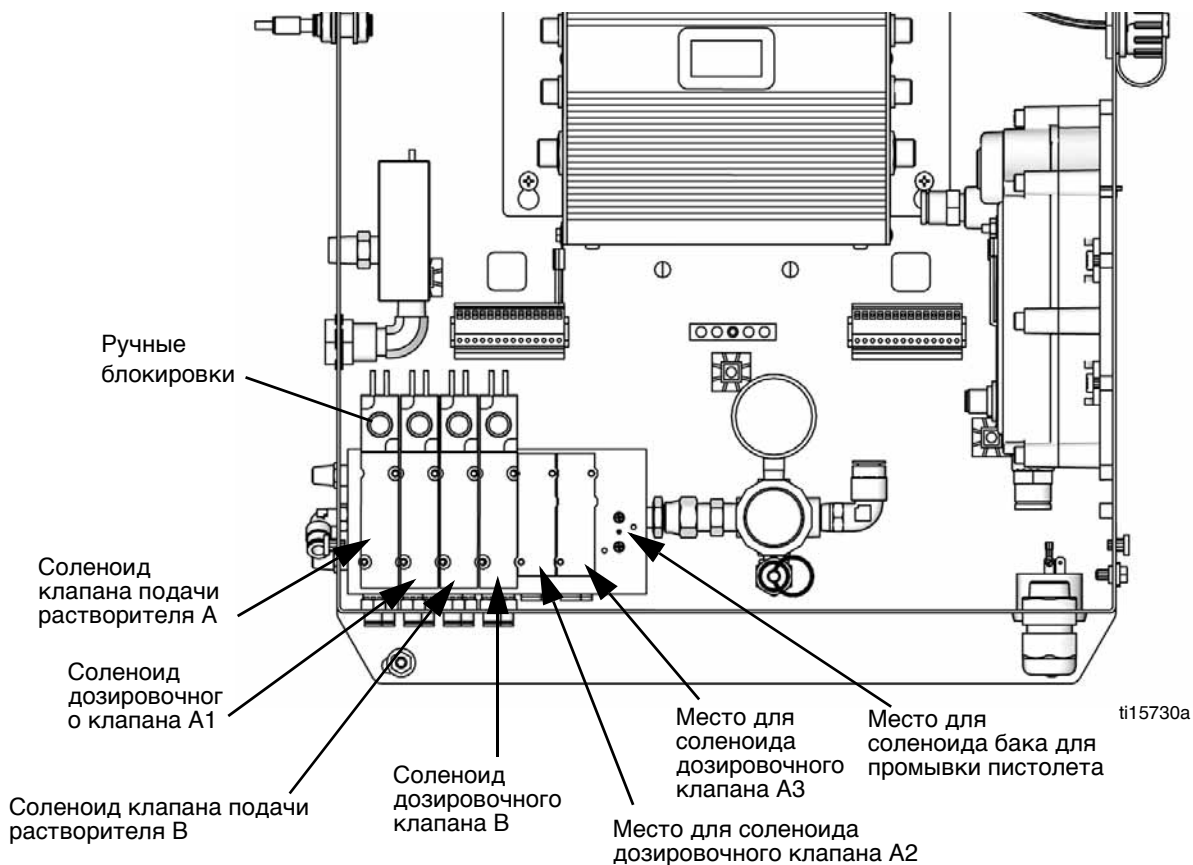

Рис. 1. Соленоидные клапаны в блоке управления
- При нажатом спуске пистолета установите ручную блокировку на соленоидах клапанов дозировки и подачи растворителя А и В, чтобы сбросить давление. См. Рис. 1, стр. 12. Удостоверьтесь, что давление жидкости упало до 0.
- При нажатом спуске пистолета установите ручную блокировку на соленоидах клапанов дозировки А1 (А2, А3) и В, чтобы сбросить давление. См. Рис. 1, стр. 12.
- При нажатом спуске пистолета установите ручную блокировку на соленоидах клапанов подачи растворителя А и В, чтобы сбросить давление растворителя. См. Рис. 1. Удостоверьтесь, что давление растворителя упало до 0.
7. Снимите крышку блока управления, чтобы получить доступ к соленоидным клапанам. См. Рис. 1, стр. 12.
- Промойте контур подачи компонента А. См. Рис. 1, стр. 12. Установите ручную блокировку на дозирующем соленоидном клапане А, направьте пистолет в заземленную металлическую емкость и нажмите на спуск.